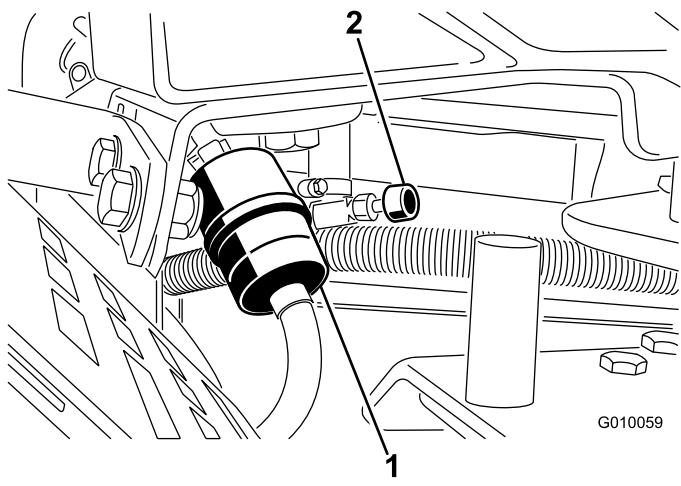

図 52
2. 燃料バルブを閉じる（図 52）。
3. 古いフィルタのクランプをゆるめて脇に寄せる（図 52）。
5. 新しいフィルタをホースに取り付け、クランプで固定する（図 52）。
7. 燃料バルブを開く（図 52）。
3. 燃料フィルタについているクランプをゆるめ、フィルタからはずす（図 52）。
4. フィルタから燃料ホースを抜き取る（図 52）。燃料バルブを開き、排出される燃料を容器に受ける。
5. フィルタに燃料ホースをつなぎ、クランプで固定する（図 52）。